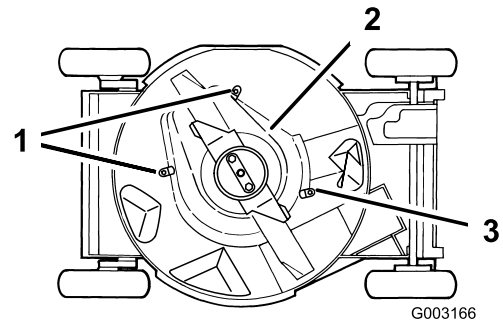

Figure 40
6. Débloquez les pattes qui fixent la protection du système BBC à la tondeuse en desserrant les écrous ou les boulons sur les pattes (Figure 40). Tournez les pattes à 180° pour les écarter.